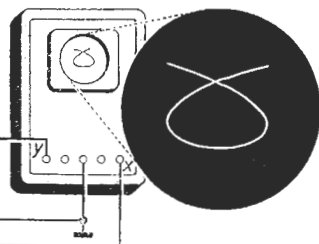

Fig. 83b
- Stel f_1 zodanig in dat de afbeelding volgens fig. 83b ontstaat. Bepaal $f_1 : f_2$.